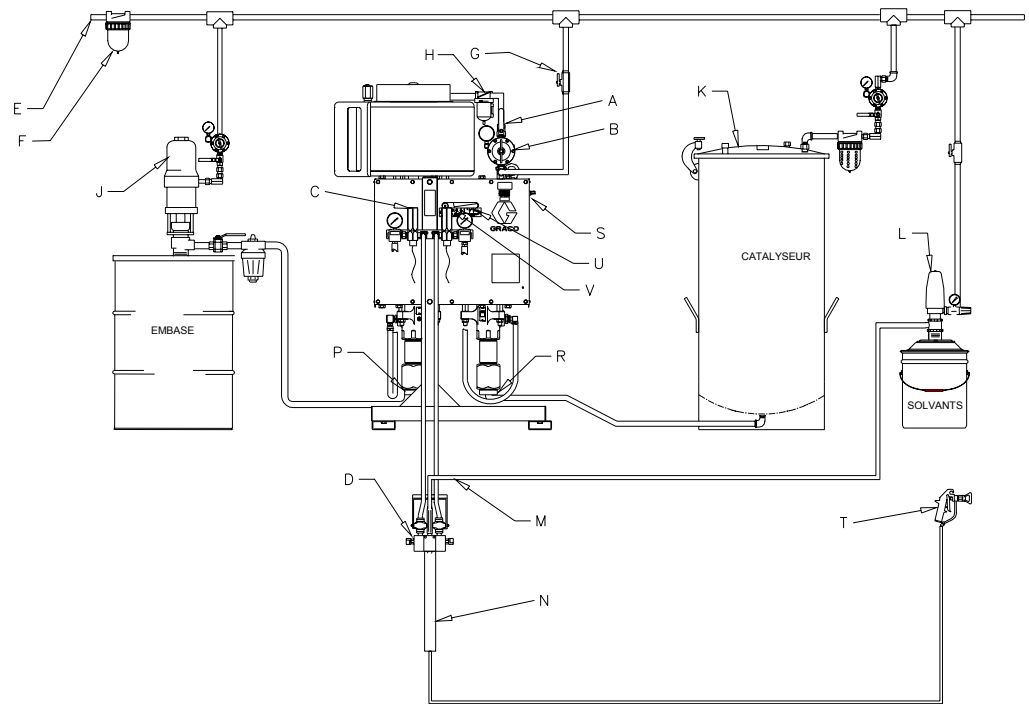

Fig. 2 Installation type
Voir Fig. 2.
Voir Fig. 2. A l'aide d'une clé tourner la vis de réglage (S). Pour augmenter le rapport, tourner la vis dans le sens des aiguilles d'une montre. Pour le diminuer, la tourner dans le sens contraire. L'aiguille (V) se déplace le long de la graduation de l'indicateur de rapport (U) pendant la rotation de la vis de réglage. Quand l'aiguille se trouve au-dessus du rapport désiré, enlever la clé et effectuer un essai comme indiqué à la page 12.